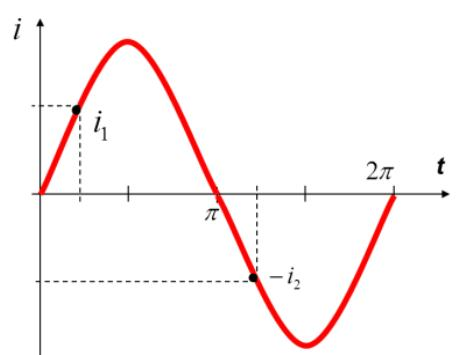

рис.4
5. *Мгновенные значения тока i , напряжения u , эдс e* (рис.4) – значения этих величин в любой момент времени. Изменяются по синусоидальному закону: